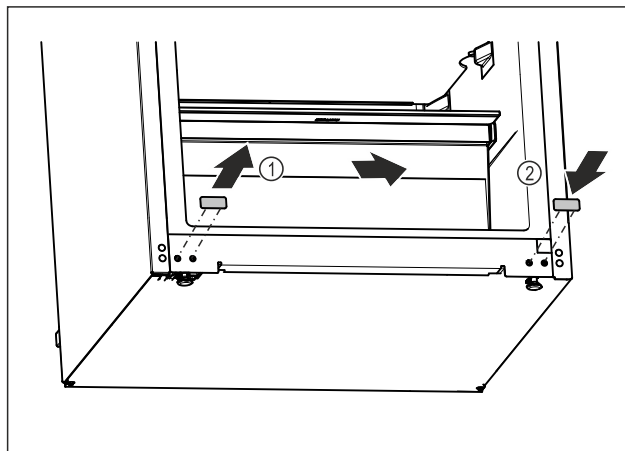

Fig. 19
- ▶ Wyjąć zatyczkę osłonki. Fig. 19 (1)
- ▶ Założyć zatyczkę osłonki po przeciwległej stronie. Fig. 19 (2)